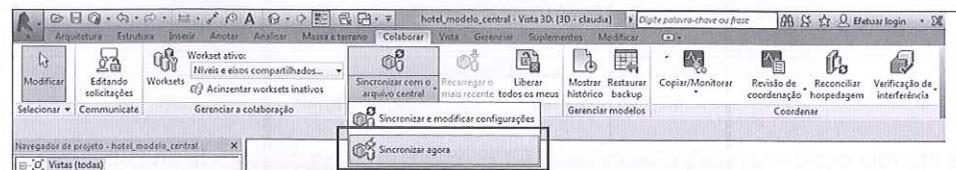

Figura 19.61 – Ferramenta Sincronizar agora.
- Para enviar as modificações para o arquivo central e torná-las disponíveis a outros usuários, devemos usar o comando **Sincronizar agora**, em **Sincronizar com o arquivo central**, na aba **Colaborar**, ou acessar a barra de acesso rápido (Figura 19.61).